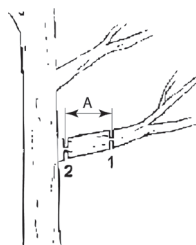

Рисунок 24. Схема спилювання довгих гілок.
5.3.6.3.3 Спилювання довгих гілок діаметром більше ніж 100 мм рекомендується здійснювати частинами послідовно: спочатку відпиляти основну частину гілки одним різом (1, рис. 24), а потім — решту гілки другим різом (2, рис. 24). Відстань (А, рис. 24) між різаними має становити приблизно 250 мм.